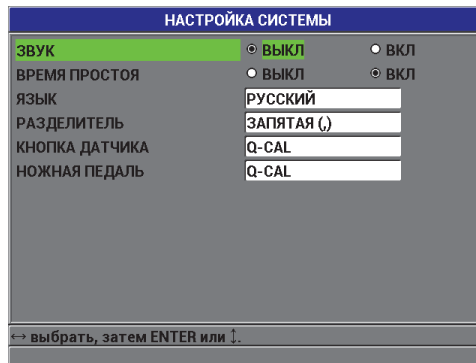

Рис. 6-2 Экран НАСТРОЙКА СИСТЕМЫ
- На экране измерений нажмите **[SET UP]**, затем выберите **СИСТЕМА**, чтобы открыть окно **НАСТРОЙКА СИСТЕМЫ** (см. Рис. 6-2 на стр. 110).